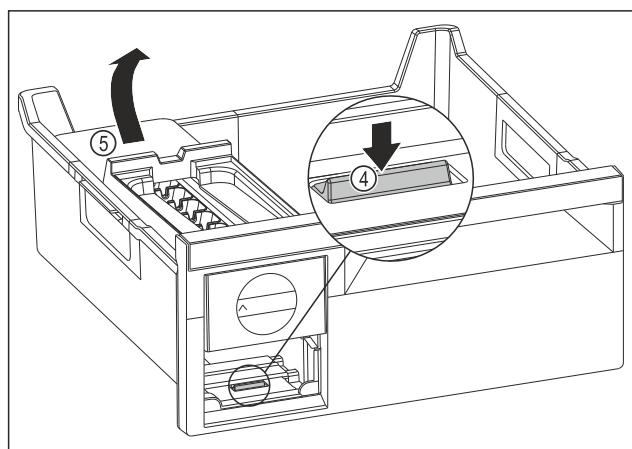

Fig. 82
- Odoberte korpus EasyTwist-Ice: Strmeň Fig. 82 (4) zatlačte prstom nadol a súčasne druhou rukou zdvihnite zozadu korpus EasyTwist-Ice Fig. 82 (5).